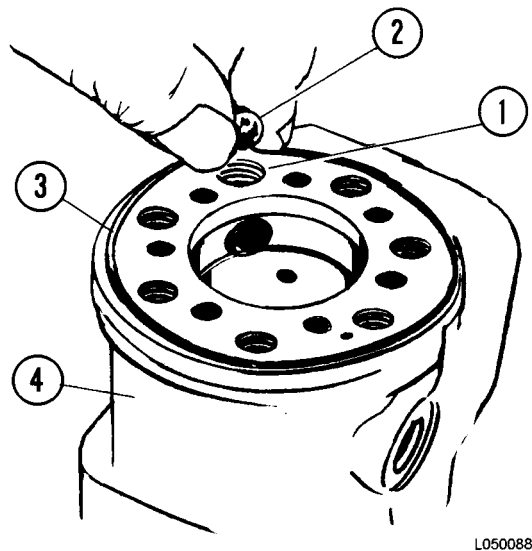

FIGURA 5-12. MONTAJE DE LA BOLA DE RETENCION
11. Instale la bola de retención en el orificio que se muestra en la Figura 5-12. Instale el buje roscado y apriete levemente.